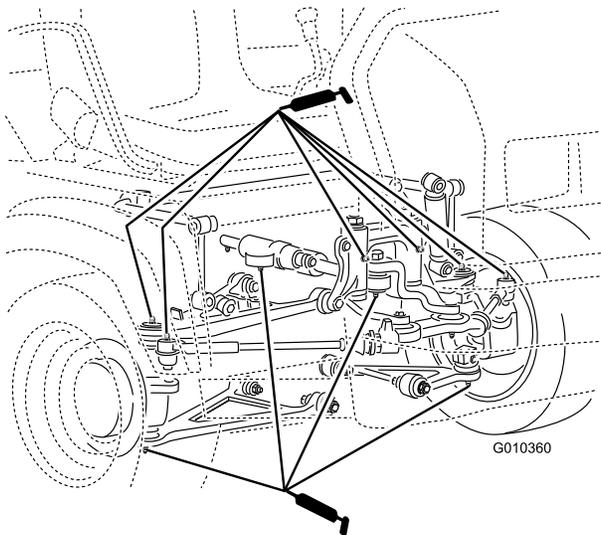

Bild 39
- Kugellager (4), Spurstangen (2), Schwenkhalterungen (2) und Lenkzylinder (2), wie in Bild 39 dargestellt.